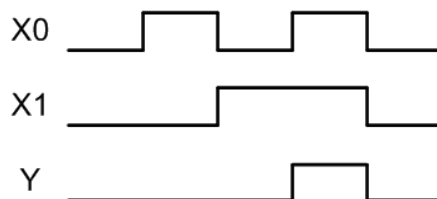

Рис. 2. Временная диаграмма состояний логического элемента **И** ($Y = X1 \wedge X0$)
3. Временная диаграмма состояний входных и выходных сигналов, например, для функции **И** (рис. 2).